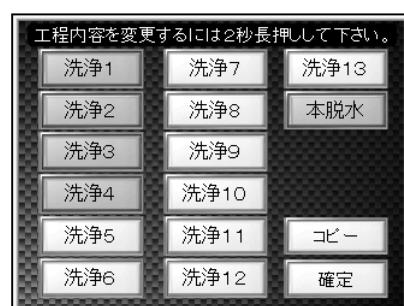

図 7-8
7. 3.1 工程設定画面(図 7-8)
- ・図7-8の「**コピー**」を押すとコピー画面に切り替ります。